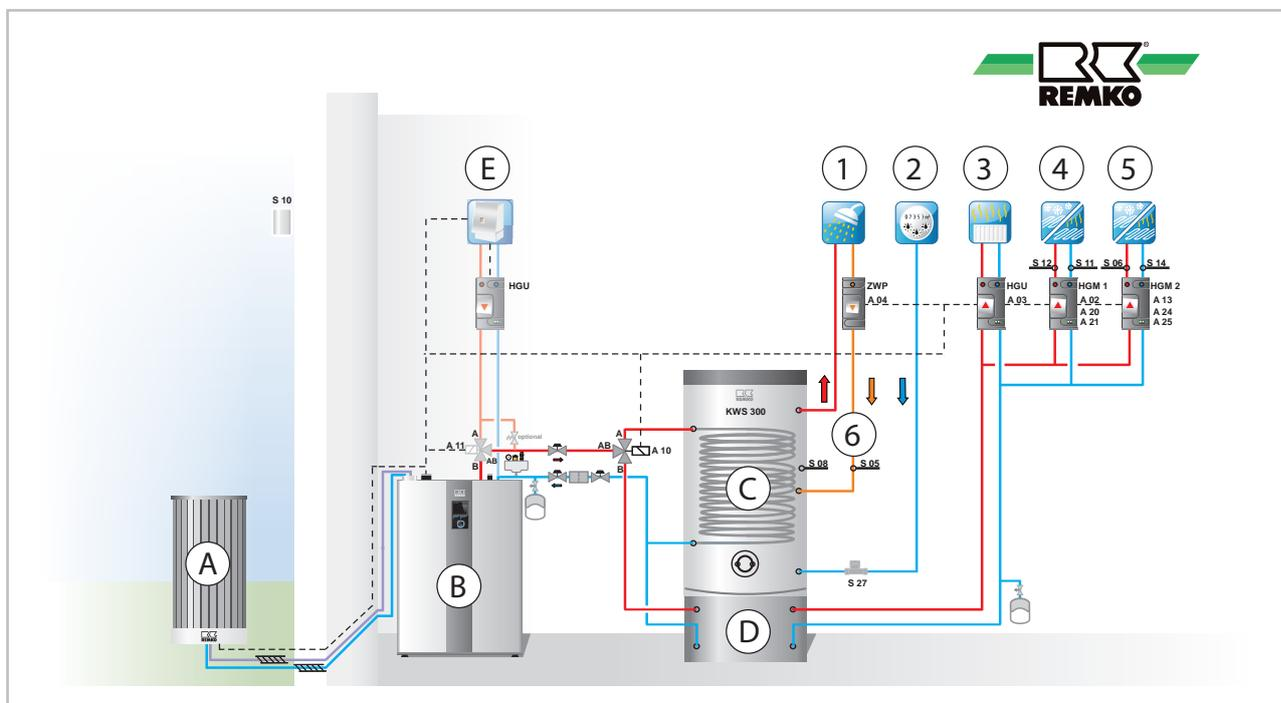

Abb. 30: Beispiel Hydraulikschema HTS 80/110
- Die im Lieferumfang enthaltene Sicherheitsbaugruppe besteht aus Manometer, Entlüfter und Sicherheitsventil. Sie muss an ein T-Stück zwischen Wärmepumpenanschluss und mitgelieferten Absperrhahn montiert werden. Die Kappe des Schnellentlüfters in der Sicherheitsbaugruppe muss im Betrieb der Wärmepumpe verschlossen sein! Die mitgelieferten Absperrhähne sind entsprechend in den Heizkreis Vor- und Rücklauf zu setzen (siehe Abb. 30). Die Absperrventile enthalten jeweils ein Thermometer.